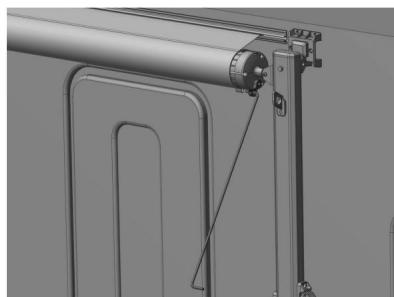

Figure D3
4.1.2 Accrochez le levier à cliquet sur le couvercle d'extrémité du rouleau avec la baguette de traction, doucement déplacez le levier à cliquet dans le sens de la flèche et changez le sens du cliquet pour « ouvert » (Figure D3).